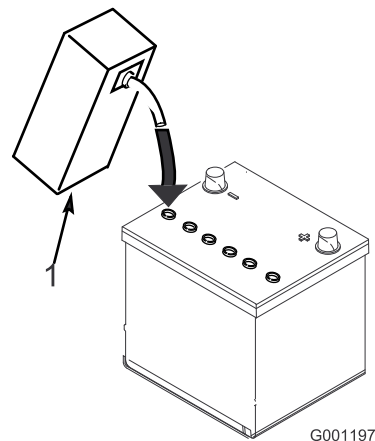

Figura 7
3. Riempite con cautela ciascun elemento di elettrolito finché le piastre non sono coperte con circa 6 mm di fluido (Figura 7).
- Attendete circa 20 o 30 minuti perché le piastre assorbano l'elettrolito. All'occorrenza rabboccate finché l'elettrolito non è a circa 6 mm dalla base della tazza di riempimento (Figura 7).